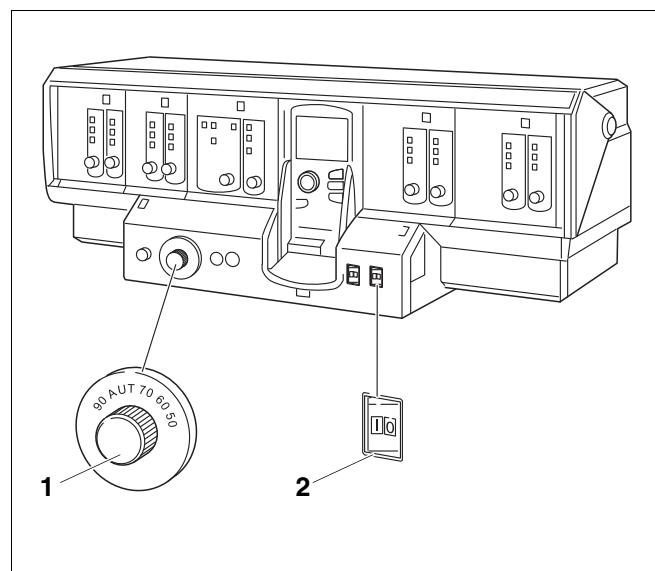

Рис. 3 Система управления (здесь: Logamatic 4000)
- Установите регулятор температуры котловой воды (рис. 3, **Поз. 1**) в положение "AUT".
- Установите пусковой выключатель (рис. 3, **Поз. 2**) в положение "I" (ВКЛ).
- Установите пусковой выключатель (рис. 3, **Поз. 1**) в положение "0" (ВЫКЛ).